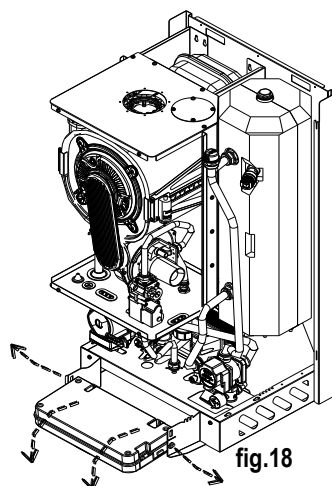

fig.18
- saisir en même temps les équerres du tableau des commandes (fig. 18) et les écarter pour ouvrir le panneau en le faisant pivoter vers le bas ;